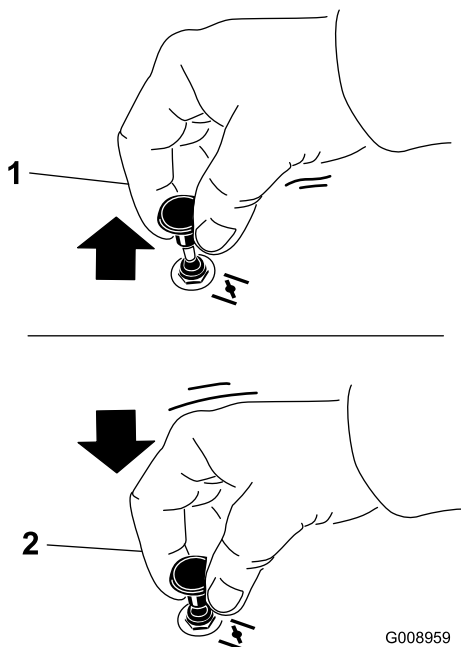

Figura 22
1. Tragei în sus maneta de oc pentru a aciona ocul, înainte de a utiliza comutatorul de contact (Figura 22).
2. Apăsai în jos maneta de oc pentru a decupla ocul după ce motorul a fost pornit (Figura 22).